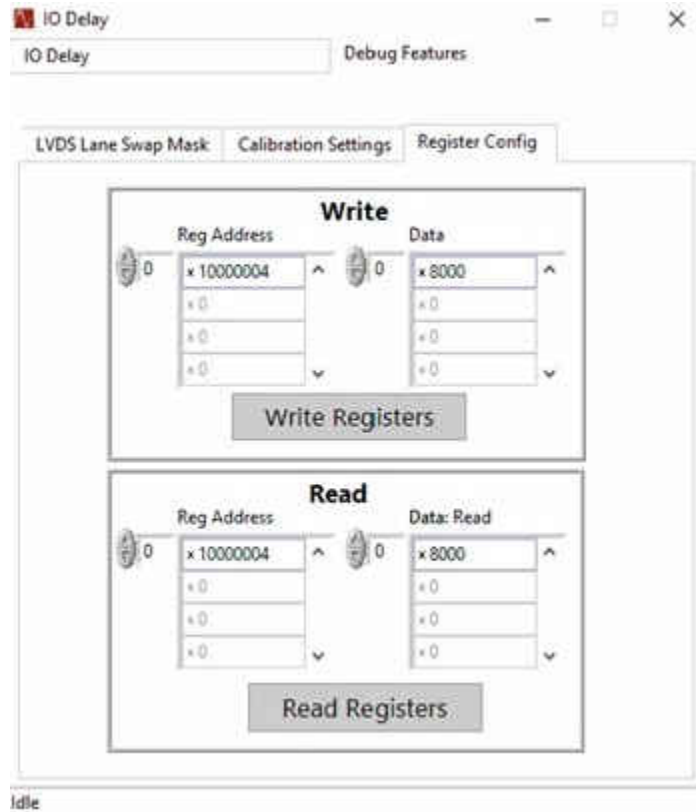

图 3-9. IO 延迟寄存器写入
- d. 在“Write” (写入) 部分的“Reg Address” (寄存器地址) 中输入“x10000004”，在“Data” (数据) 中输入“x8000”，如图 3-9 所示。点击 *Write Registers* (写入寄存器) 按钮。在“Read” (读取) 部分的“RegAddress” (寄存器地址) 中输入“x10000004”。点击 *Read Registers* (读取寄存器) 按钮。验证 x8000 是否已写入此地址。关闭此窗口。